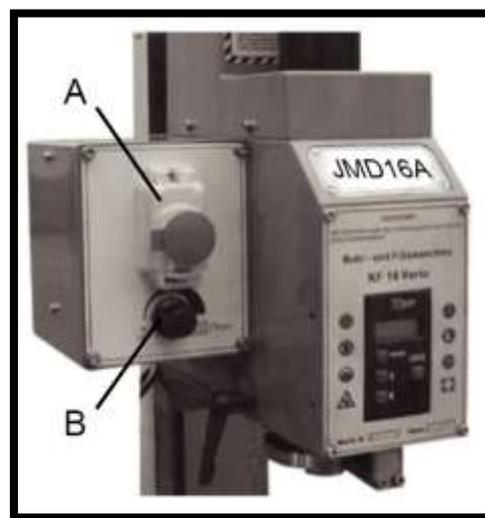

Рис. 12
**Магнитный выключатель** (А, Рис.12) выполняет функцию кнопки аварийного останова и функцию защиты станка и его электрических компонентов. Зеленая кнопка со значком "I" запускает двигатель, а красная кнопка со значком "O" останавливает его.
**Переключатель скоростей** (В, Рис. 12). При его повороте по часовой стрелке скорость вращения шпинделя повышается, в обратную сторону - понижается. При каждой остановке станка устанавливайте переключатель в нулевое положение. Запускайте станок только при установленном в нулевое положение переключателе.